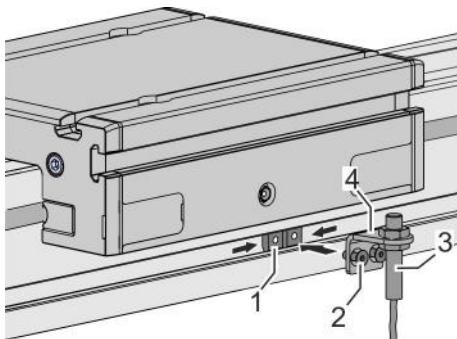

Abb. 36: Endschalter montieren
1. ► Nutenstein (Abb. 36/1) in die Nut des Führungsprofils einsetzen und positionieren.
2. ► Endschalter (Abb. 36/3) mit Haltewinkel (Abb. 36/4) in Höhe der eingesetzten Nutensteinen aufsetzen.
3. ► Zwei Schrauben (Abb. 36/2) festziehen: